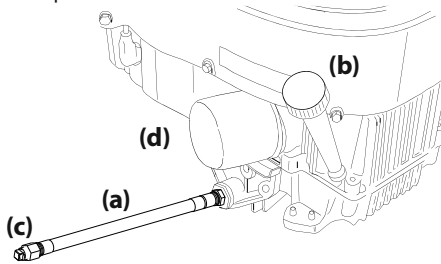

Figura 37
3. Mientras sostiene el extremo libre de la manguera de drenaje de aceite sobre el recipiente de recolección de aceite, desenrosque el tapón con cabeza cuadrada de la manguera (c) del extremo de la manguera de drenaje de aceite. Consulte la Figura 37. Drene el aceite del motor dentro del recipiente recolector.